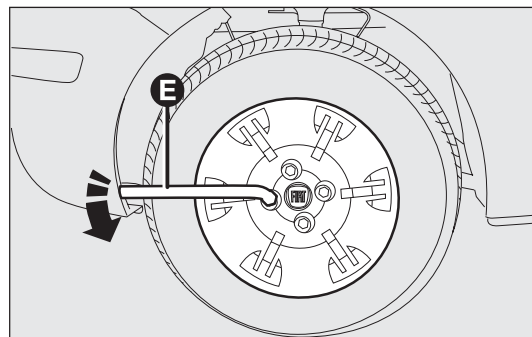

fig. 123
- allentare di circa un giro i bulloni di fissaggio della ruota da sostituire con la chiave in dotazione E-fig. 123;